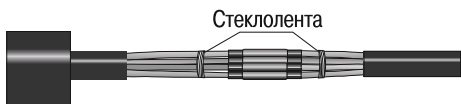

Рисунок 7
4.16 Стянуть жилы стеклолентой и закрепить её, при необходимости для закрепления использовать изоленту (рисунок 7).